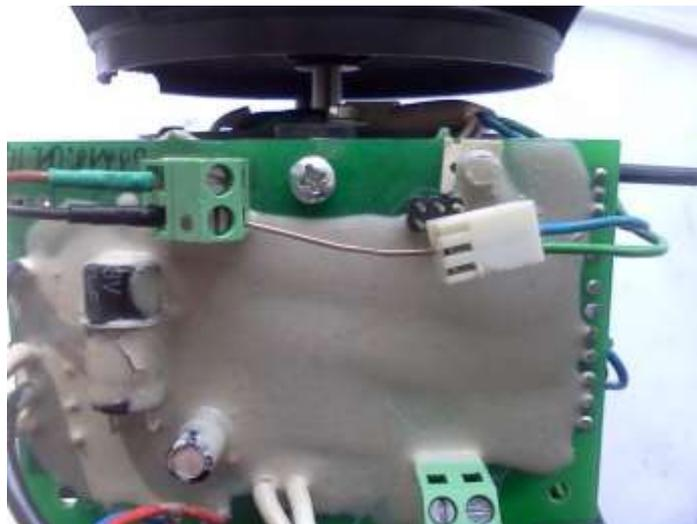

Abb. 8b – Verdrahtung des Motorsteuersignals bei der Fehlersuche
- 2) Überprüfen Sie die Funktionsfähigkeit des Luftgebläses (LG). Verbinden Sie dazu mit einem dünnem Draht kurz den Kontakt des blauen Leiters (weißer Steckverbinder) mit dem schwarzen Leiter (Abb. 8b). Dabei ist für Stromzufuhr zum Heizgerät zu sorgen, wobei es nicht eingeschaltet sein muss. Läuft der Lüfter an, ist das LG in Ordnung.
- 3) Überprüfen Sie das LG auf Totpunkte. Dazu ist der blaue Leiter mit dem schwarzen zu verbinden (Abb. 8b) und dabei der Lüfter zu bewegen. So wird geprüft, ob das LG in allen Positionen schaltet. Gibt es Totpunkte, ist das LG defekt.
- 4) Überprüfen Sie den Drehzahlbereich. Dazu ist der blaue Leiter mit dem schwarzen zu verbinden (Abb. 8b) und am grünen Leiter mit einem Digitalprüfgerät die Impulsfrequenz zu messen. Solange das LG seine Drehzahl erhöht, muss die Impulsfrequenz steigen. Nun öffnen Sie den Kontakt. Das LG verringert seine Drehzahl und die Impulsfrequenz sinkt. Sind diese Bedingungen nicht erfüllt, ist das LG defekt.